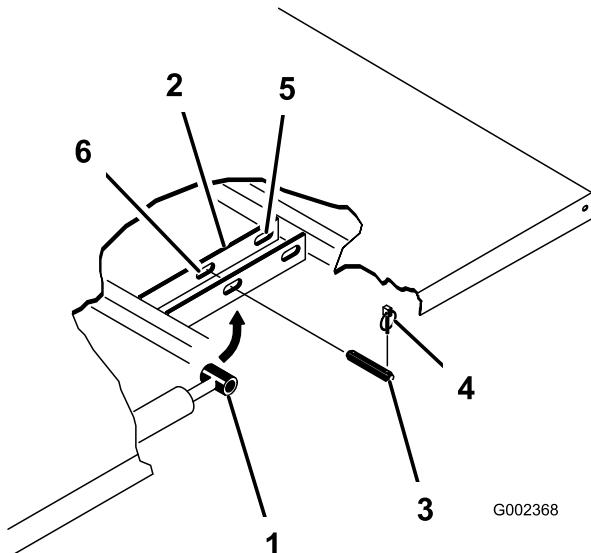

Figura 23
4. Rimuovete i perni con testa che fissano le estremità dell'asta del cilindro alle piastre di montaggio del pianale spingendo i perni verso l'interno (Figura 23).
5. Rimuovete le coppie ad anello ed i perni con testa che fissano le staffe orientabili ai profili del telaio (Figura 23)